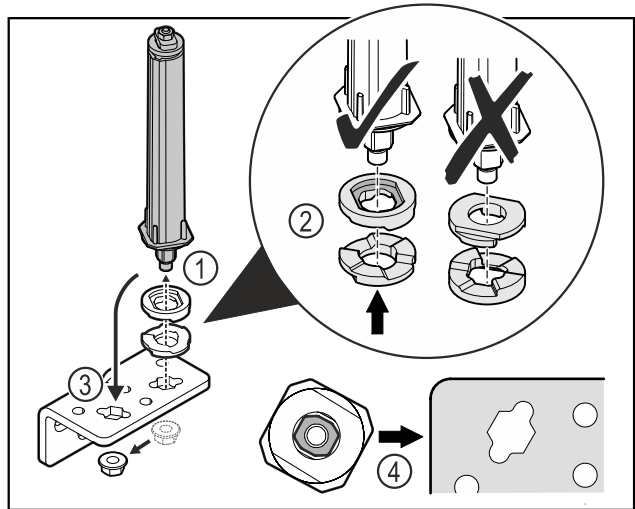

Fig. 51
- ▶ Dévisser l'écrou et retirer le système de fermeture de porte Fig. 51 (1).
- ▶ Veiller à ce que les rondelles de réglage de la hauteur soient correctement orientées Fig. 51 (2).
- ▶ Mettre le système de fermeture de la porte dans l'autre trou de l'équerre de charnière et le fixer avec l'écrou Fig. 51 (3).
- ▶ Lors de la mise en place, veiller à bien orienter le système de fermeture de porte Fig. 51 (4).